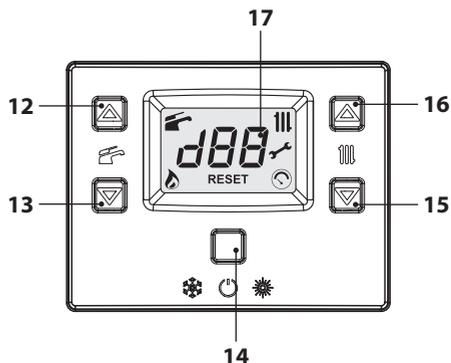
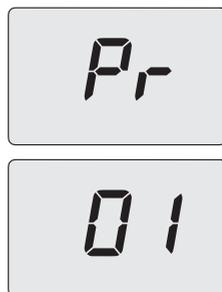

Figura 8.2
Figura 8.3
- Entrare in "modalità programmazione" premendo contemporaneamente per 10 secondi i tasti 14-15-16 (Figura 8.2) fino a far apparire sul display LCD le lettere **Pr** che si alternano al numero del parametro **01**, indicanti l'entrata nel "parametro 01" (Figura 8.3).
- Premendo il tasto 14 (Figura 8.2) si ottiene la conferma del valore inserito. Sul display appare per 3 sec. la scritta "**OK**" (Figura 8.5), per poi visualizzare la lista dei parametri.
- Per uscire, premere il tasto 14 (Figura 8.2) e togliere alimentazione elettrica.